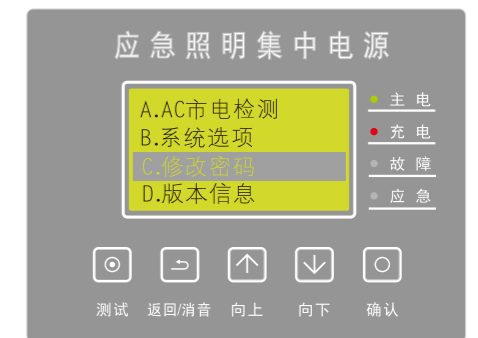

图5.28
(13)、修改密码:在主屏时,按【确认】键进入菜单,按【向上/向下】键选择【修改密码】(如图5.28)按【确认】键进入。(说明:系统菜单中如未增加【修改密码】功能,则忽略该操作说明。)